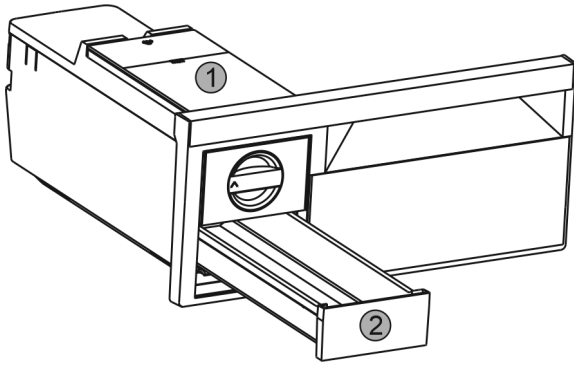

Fig. 50
- Rimuovere il serbatoio dell'acqua Fig. 50 (1) e il cassetto dei cubetti di ghiaccio Fig. 50 (2).